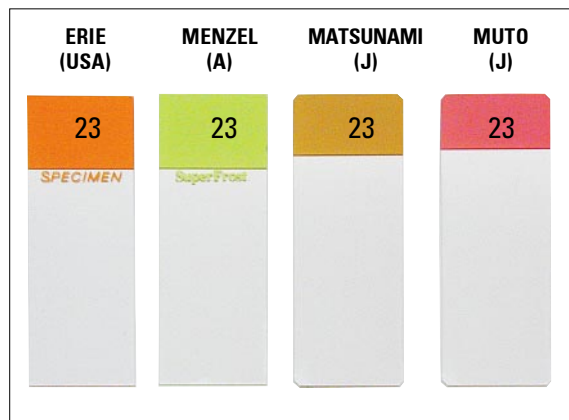

Fig. 5
L'imprimante Leica IP S ne fonctionne qu'avec des porte-objets standard ayant une zone imprimable recouverte d'un revêtement spécial (23) (voir la fig. 5).